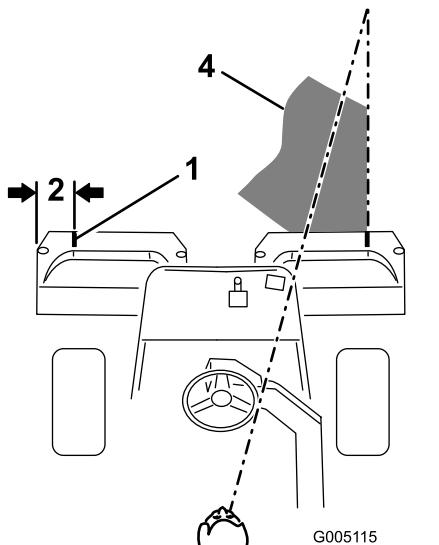
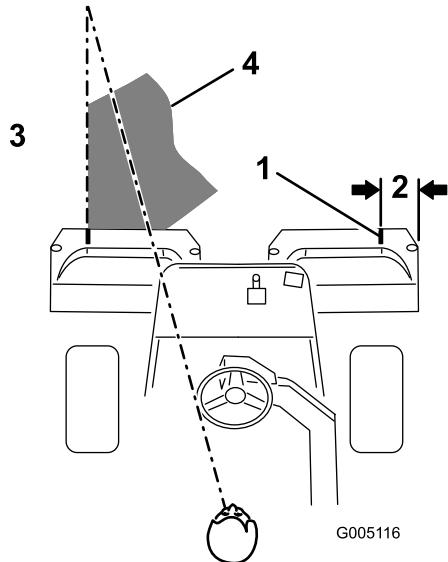

Figura 22
Figura 23
2. Coloque uma fita branca ou pinte um tira em cada um dos cestos, paralelamente à extremidade exterior de cada cesto (Figura 22).
3. Sobreponha uma quantidade mínima com o corte anterior nas passagens adicionais. Para cortar em linha recta ao longo do relvado e de modo a conseguir manter uma distância equitativa entre a extremidade da zona de corte anterior, estabeleça uma linha imaginária de aproximadamente 1,8 a 3 metros à frente da máquina até a extremidade da zona por cortar (Figura 22 e Figura 23). Há quem considere útil incluir o limite exterior do volante como parte dessa linha; por exemplo, se mantiver o limite do volante alinhado com um ponto que se encontre sempre à mesma distância da parte da frente da máquina (Figura 22 e Figura 23).